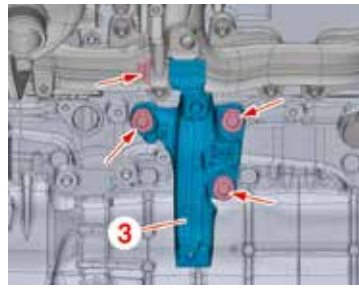

Fig.36
- Staccare il supporto (3) (Fig.36).